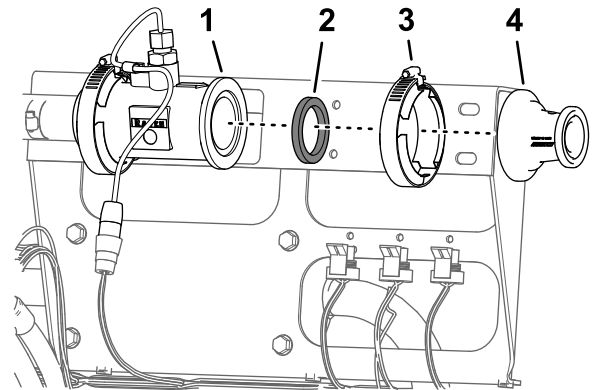

图 71
6. 拧下将适配器法兰固定至流量计法兰的法兰夹具 51mm 和垫片 38 mm 图 71。